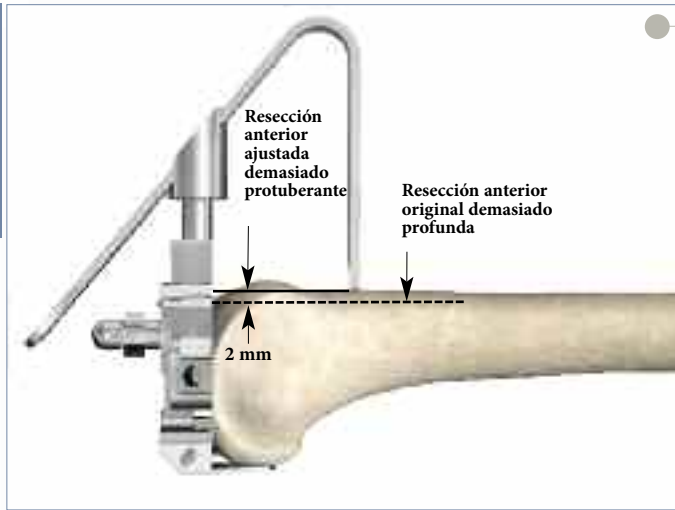

Figura 16
- ▶ Esto desplazará 2 mm en sentido anterior la posición de los orificios para tetones, para elevar el nivel de la resección anterior e impedir la formación de muescas en la corteza anterior (Figura 16). Sin embargo, se eliminarán otros 2 mm de hueso de los cóndilos posteriores, al aumentar el espacio de flexión. **Deberá prestarse mucha atención para equilibrar adecuadamente los espacios de flexión y extensión en esta situación.**